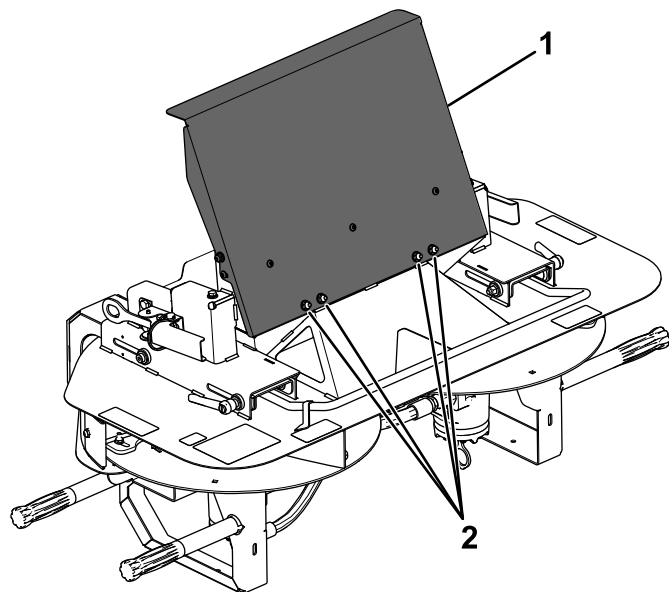

図 2
3. ホッパーのドアを取り付ける付属のキャリッジボルト $\frac{1}{4} \times \frac{5}{8}$ "とロックナットを使用する 図 2。